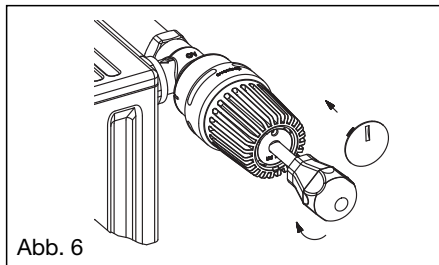

Abb. 6
3. Abschließend Abdeckscheibe wieder eindrücken (Abb. 6).